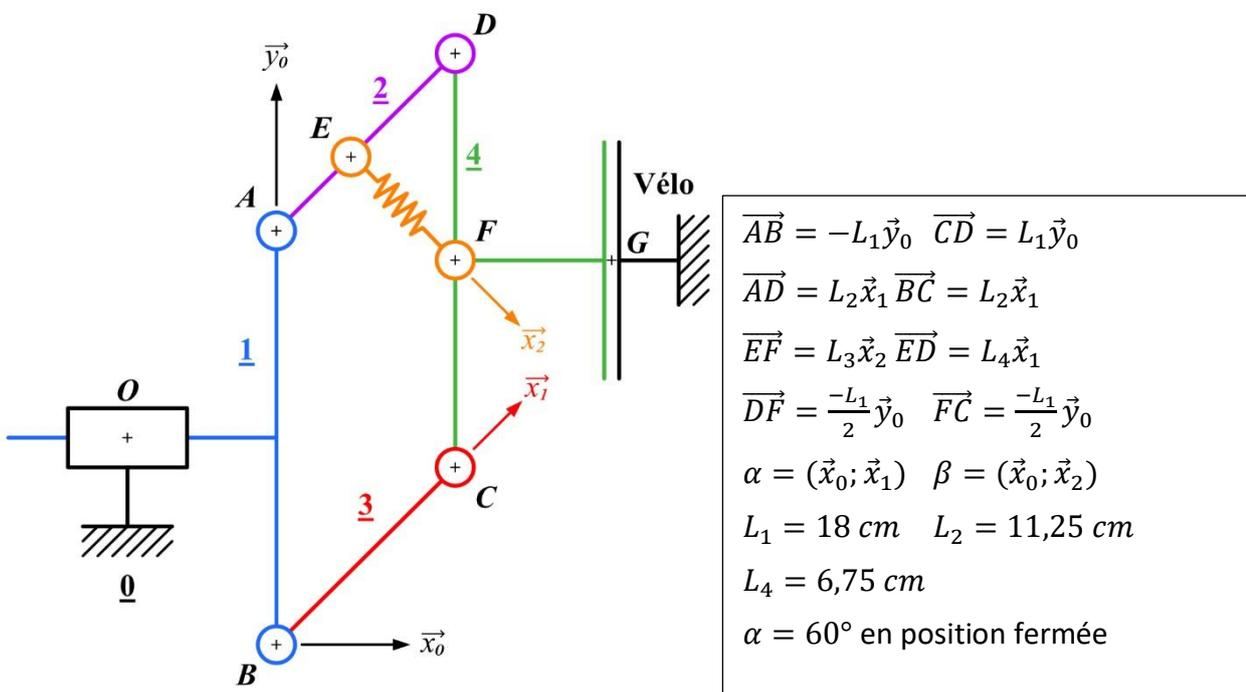

Figure 2- Schéma cinématique de la partie gauche de la pince et paramétrage associé
- Les mêmes distances et angles de l'étude géométrique de la pince seront utilisés (figure 2),